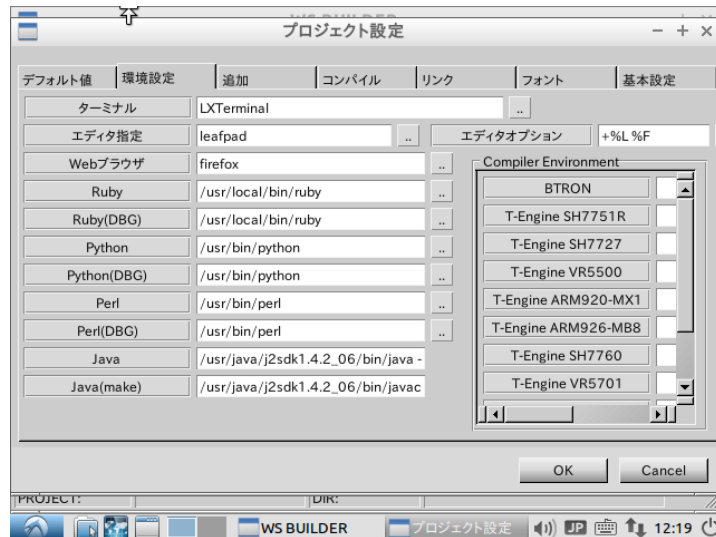

図 3-5-4-3. WideStudio の環境設定画面
- ① 図 3-5-4-4 のように [メニューアイコン] → [設定] → [ソフトウェアとアップデート] を選択して、設定アプリケーションを起動します。